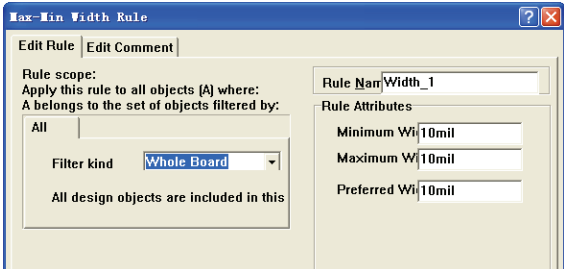

图 8-124 新增线宽设计规则
(2) 将“Maximum Width”与“Preferred Width”都改为 10mil。接下来，新增一项线宽的设计规则；在图 8-122 中单击 **Add...** 按钮，弹出新的线宽规则属性对话框（Width_1），如图 8-124 所示。